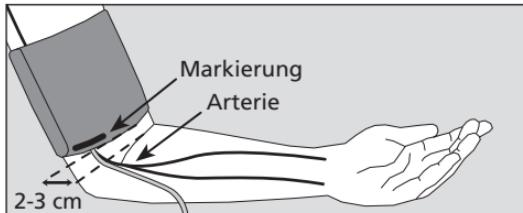

Bild 3
► Streifen Sie die zu einem Ring geöffnete Manschette über den Oberarm bis der untere Manschettenrand ca. 2-3cm oberhalb der Armbeuge liegt. Die Manschette muss so platziert werden, dass die Markierung auf der Arterie liegt (siehe Bild 3).
⚠ Der Metallbügel darf **niemals** über der Arterie liegen (siehe Bild 3) da sonst die Messwerte verfälscht werden könnten.